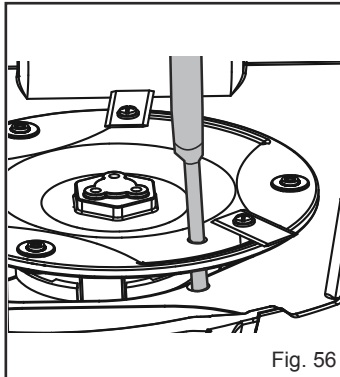

Fig. 56
- Utilice una herramienta adecuada (por ejemplo, un destornillador) para introducirla en uno de los tres orificios del disco de cuchillas para fijarlo en su sitio (Fig. 56). Esto asegura que el disco de cuchillas no gire al sustituir las cuchillas para evitar lesiones personales.